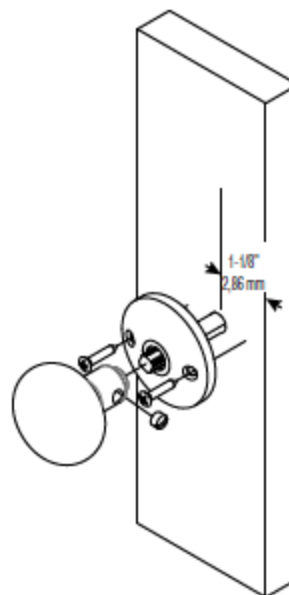

FIG. 2
2. Select door knob position, and drill a 3/8" hole 1-1/8" from outside edge of door. Insert threaded spindle through hole. Place knob rosettes centered over spindle and mark locations of holes, on each side with a pencil. Remove knob rosette and drill pilot holes with 3/32" drill bit 1/4" deep. Replace rosettes and attach with enclosed oval head screws. Screw on door knobs on each side to spindle. Tighten screws on door knobs to prevent knob slippage (Figure 2).
2. Choisir la position du bouton de porte et percer un trou de 0,95 cm à une distance de 2,86 cm à partir du bord extérieur de la porte. Insérer la tige filetée à travers le trou. Placer les rosaces du bouton en les centrant sur la tige et marquer les emplacements de trou de chaque côté, avec un crayon. Enlever la rosace du bouton et percer des trous pilotes avec une mèche de 2,38 mm sur 6,4 mm de profondeur. Remplacer les rosaces et les fixer avec des vis à tête ovale. Visser les boutons de porte de chaque côté de la tige. Serrer les vis sur les boutons de porte pour éviter qu'ils ne glissent (Figure 2).